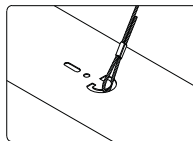

Figure 4
3. Tout en supportant le montage de l'appareil, fixer l'extrémité du montage câble avec anneau à l'appareil. Placer l'anneau du câble dans l'ouverture en fente et le bouger jusqu'à ce qu'il se trouve à l'arrière de la fente. Voir les fig. 4 et 5. (Répéter cette étape pour le côté opposé).
3. While supporting fixture assembly, secure looped end of cable assembly to fixture. Place cable loop into slot opening and maneuver cable until positioned at back of slot- See Fig. 4 and 5.- (repeat for opposite end).
3. Mientras este sosteniendo el ensamblaje del luminario, asegure el extremo del cable con lazo del ensamblaje al luminario. Coloque el lazo del cable dentro de la apertura de la ranura y maniobre el cable hasta que este colocado en la parte trasera de la ranura -Vea Fig. 4 y 5.- (repita para el extremo opuesto).